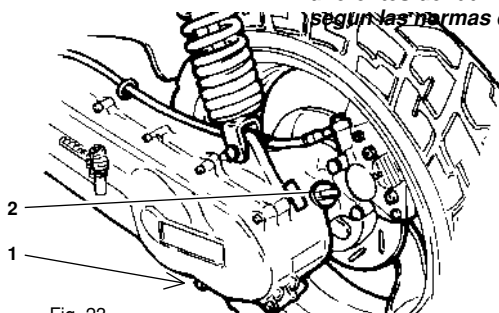

Fig. 23
- Poner un recipiente acorde y a la altura del tapon de vaciado (1 - Fig. 23).
- Sacar el tapon de vaciado (1) y el de llenado (2).
- Positionner un récipient adéquat sous le bouchon de vidange (1 - Fig. 23).
- Démontez le bouchon de vidange (1) et celui de remplissage (2).